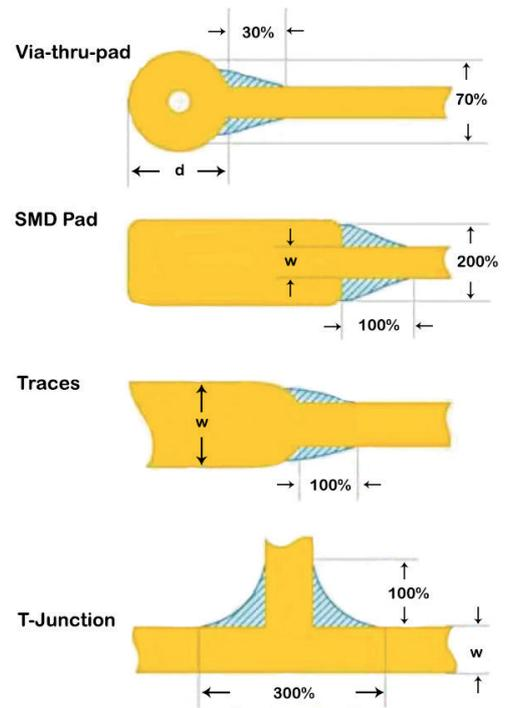

Figura 5: Los teardrops aumentan la resistencia de las pistas y mejoran el rendimiento.
**2. Refuerza las pistas y vías con teardrops:** si no se controla, la flexión del sustrato puede provocar la deslaminación y el fallo del producto. Sin embargo, las pistas y las vías pueden reforzarse para evitar la deslaminación. Sustituir los pads de los teardrops (Figura 5) por pads circulares. Los teardrops añaden material adicional, fortaleciendo los pads para prevenir la delaminación. El uso de los teardrops también puede producir un mejor rendimiento en la fabricación al dar más tolerancia a la perforación.